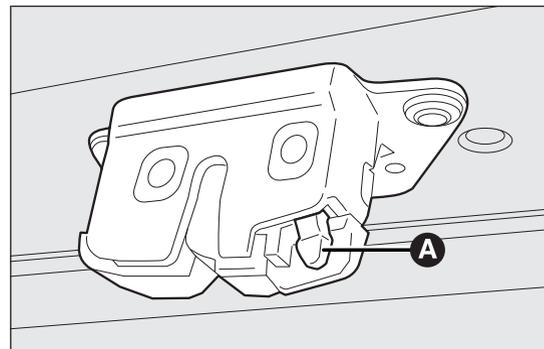

fig. 64
- desde el interior de maletero, presionar la palanca A fig. 64 y abrir el portón.